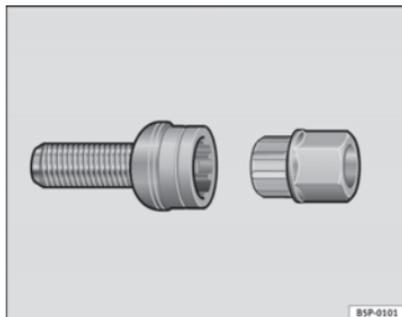

Fig. 128 Boulons de roue antivol
- Introduisez l'adaptateur au maximum dans le boulon antivol de la roue ⇒ fig. 128.